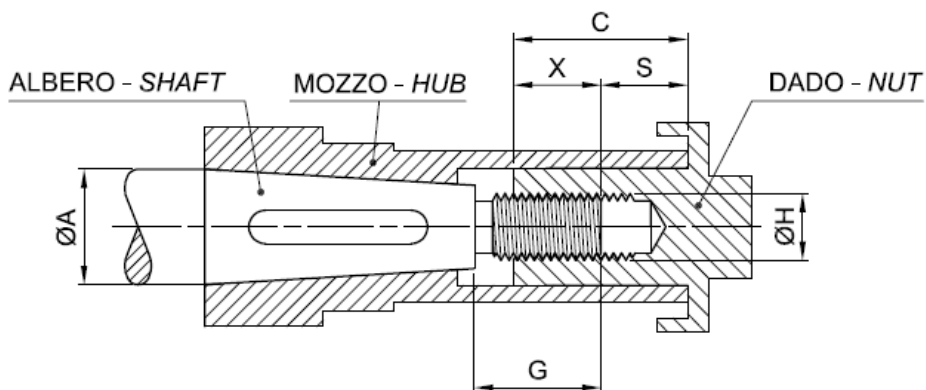

fig. 1
- c. Verificare la lunghezza di avvitamento del dado (fare riferimento alla fig.1 in cui la lunghezza di avvitamento è indicata con "X"). Per verificare questo suggeriamo di infilare l'elica sulla estremità conica dell'albero porta-elica e spingerla in battuta contro il cono dell'albero (effettuare questa operazione senza inserire la chiavetta). Quando l'elica è in battuta contro il cono dell'albero, misurare la distanza tra la fine dell'albero e la fine del mozzo (indicata nella figura con "S"). La lunghezza "X" si ottiene sottraendo la lunghezza "S" alla lunghezza del dado "C". "X" deve essere inferiore a "G" e si consiglia che "X" sia maggiore di 0,8 volte il diametro del filetto indicato con " $\varnothing H$ ".